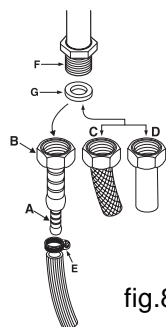

fig.8
- Da parte de dentro do forno desapertar a caixa de protecção em vidro (fig. 8);
Ligue à união com rosca de 1/2" G macho cilíndrica "F" (fig. 8) situada do lato traseiro do aparelho, mediante um tubo rígido de metal com uniões (fig. 8-D) em conformidade com a norma, ou um tubo flexível de metal de parede contínua com uniões (fig. 8-C), em conformidade com a norma, cuja máxima extensão não deve ultrapassar 2000 mm. Certifique-se que o tubo não possa entrar em contacto com os componentes móveis capazes de danificá-lo ou esmagá-lo. Se for utilizado uma mangueira flexível de borracha, instale o apropriado porta-mangueira para **gás líquido** (fig. 8-A) ou para **gás natural** (fig. 8-B). A guarnição "G" deve ser utilizada em todos os vários sistemas de conexão Gás. Prenda as duas pontas do tubo com adequados grampos braçadeiras "E" nos termos. O tubo flexível deve ser em conformidade com as normas e específico para o tipo de gás utilizado.